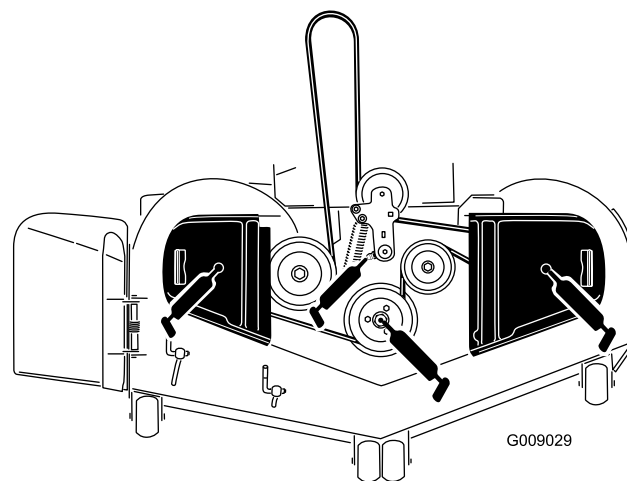

Figure 46
4. Graissez le pivot de la poulie de tension du plateau de coupe jusqu'à ce que la graisse ressorte par le bas (Figure 46).
5. Graissez les roulements des 3 axes jusqu'à ce que la graisse ressorte par les joints inférieurs (Figure 46).